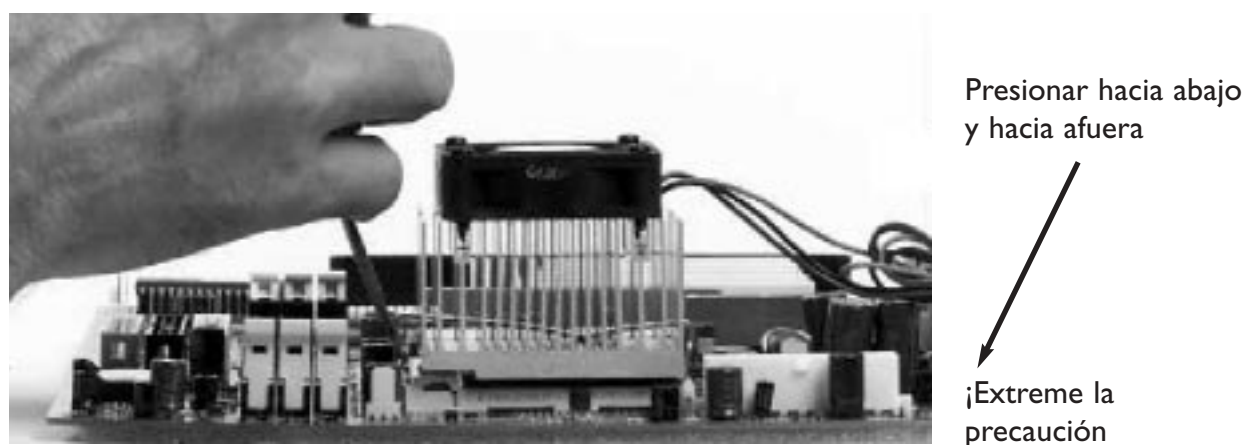

Figura 16. Presionar el clip hasta que encaje en la patilla.
16. En la figura 16 se muestra la forma de presionar el clip, hasta que encaje en la patilla. Para ello, hay que presionar hacia abajo, tirando ligeramente hacia afuera, de manera que el clip sobrepase la patilla situada en el socket.